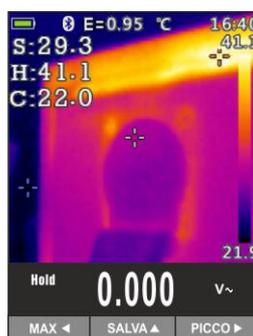

Fig. 45: Salvataggio immagine IR
9. Premere il tasto **HOLD/REL** per fissare il risultato. Il messaggio "HOLD" e il tasto **SALVA ▲** sono mostrati a display (vedere Fig.45)